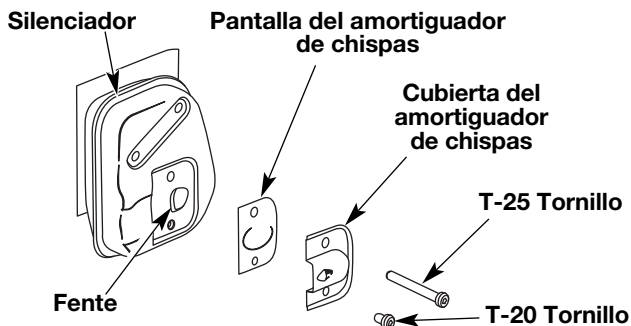

Fig. 35
2. Con un destornillador plano de la lámina o un pedacito torx T-20 y un pedacito T-25, quite los tornillos que unen la cubierta del amortiguador de chispas al silenciador (Fig. 35).